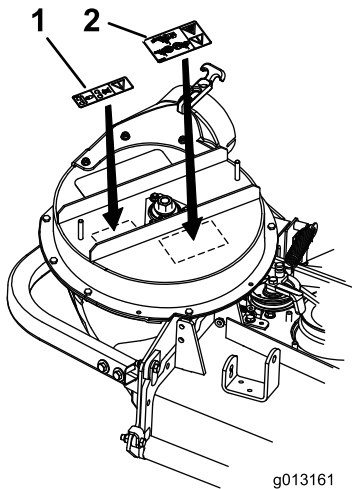

図1
2. デカル貼り付け位置をきれいにぬぐう 図1。
3. 図1のようにデカルを貼り付ける。